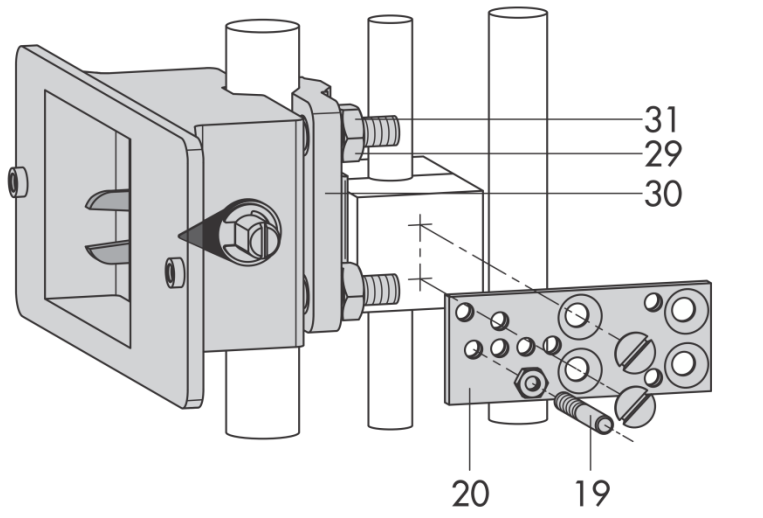

図 4 NAMUR 適合の取付方法 (左側取付)
4. トランスミッションピン(27a)をリミットスイッチレバーのプレスナット側にネジ込み、反対側を六角ナット(27b)で固定してください。表 5 及び図 4 に従って A、B どちらの取付位置を使用するか確認してください。